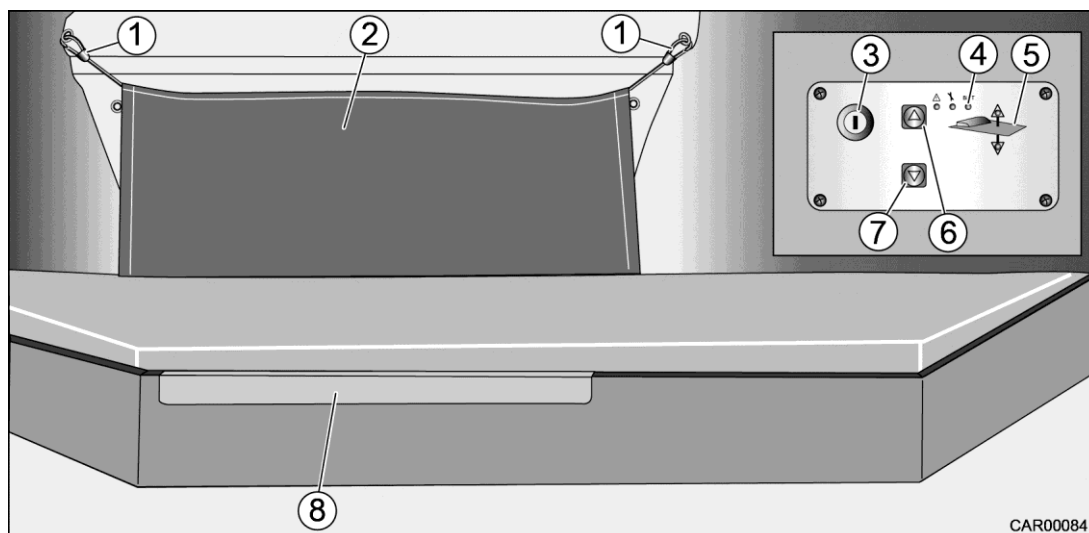

Fig. 72 Lit de pavillon central électrique, abaissé
3. Activer le panneau de commande du lit de pavillon avec l'interrupteur à clé (Fig. 72/3).
4. Déplacer le lit de pavillon vers le bas en appuyant sur la touche fléchée ▼ (Fig. 72/7). Le lit de pavillon peut être arrêté à toute position souhaitée et stoppe automatiquement en position extrême.
5. Mettre en place un filet de sécurité (Fig. 72/2). Pour cela, accrocher les deux mousquetons (Fig. 72/1) par le haut dans les crochets.
6. Accrocher l'échelle fournie dans le rail prévu à cet effet (Fig. 72/8).
2. Décrocher le mousqueton (Fig. 72/1) du filet de sécurité (Fig. 72/2) et poser le filet de sécurité sans plis sur le lit de pavillon.
4. Activer le panneau de commande du lit de pavillon avec l'interrupteur à clé (Fig. 72/3).
5. Déplacer le lit de pavillon vers le haut en appuyant sur la touche fléchée ▲ (Fig. 72/6). Le lit de pavillon peut être arrêté à toute position souhaitée et stoppe automatiquement en position extrême.
- Le panneau de commande du lit de pavillon se désactive automatiquement et doit de nouveau être activé avec l'interrupteur à clé (Fig. 72/3) avant une opération.
- Chaque fois que le lit de pavillon a atteint le fin de course, la LED (Fig. 72/5) clignote trois fois sur les symboles à flèches.
- Lorsqu'une alarme se déclenche, (p. ex. suite à une tension trop faible de la batterie ou à un actionnement du lit de pavillon surchargé), appuyer sur le bouton « Reset » (Fig. 72/4). Dans ces cas, la LED de la touche à flèche ▲ (Fig. 72/6) clignote rapidement.
Déplacer d'abord le lit de pavillon vers le haut jusqu'au fin de course avant de pouvoir l'utiliser de nouveau normalement. En atteignant le fin de course, le clignotement rapide s'éteint. Le triple clignotement de la LED (Fig. 72/5) sur les symboles à flèches confirme que la position extrême correcte a été atteinte.
- Après l'actionnement du lit de pavillon, toujours désactiver le panneau de commande du lit de pavillon avec l'interrupteur à clé (Fig. 72/3).